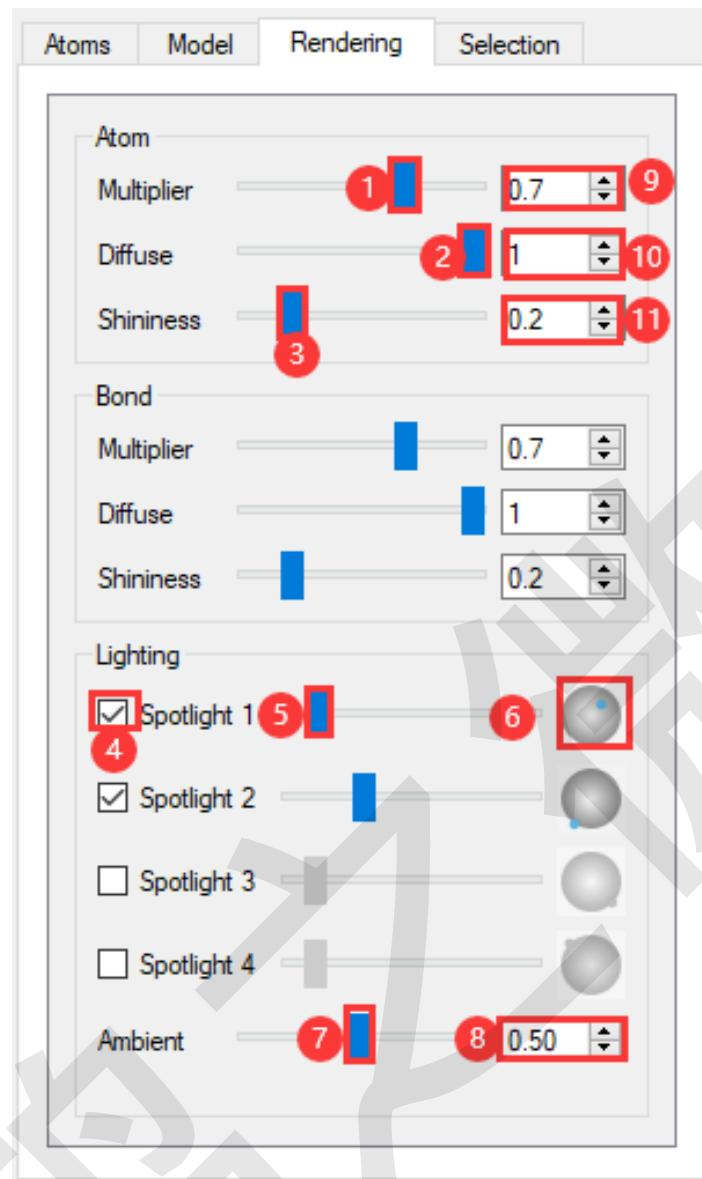

图 7.14: 原子结构精修模块参数调节区域-Rendering 区域
原子结构精修模块 (Structure Refinement Module, 简称：**SRM**) 参数调节区域的 Rendering 区域如 图 7.14 所示，该区域分 3 部分，分别为 **Atom**、**Bonds** 和 **Lighting**，分别支持对原子、键和原子结构进行光照调节，其中原子和键的光照通过 Multiplier (高光系数)、Diffuse (漫反射系数) 和 Shininess (光泽度) 3 个参数调节；**Lighting** 部分对整个原子结构进行光照调节。该模块功能如下：
对原子结构精修模块（Structure Refinement Module，简称：**SRM**）参数调节区域的 Rendering 区域，即 图 7.14 中各标号功能进行说明如下：
- 图 7.14 中标号 ①、②、③ 和 ⑨、⑩、⑪：鼠标拖动 ①、②、③ 位置 滑动按钮或在 ⑨、⑩、⑪ 位置 设置数值，即通过 Multiplier（高光系数）、Diffuse（漫反射系数）和 Shininess（光泽度）3 个参数调节结构中原子的光照，并可实时在 **SRM**-结构显示区域 看到调节效果。
- 图 7.14 中标号 ④：控制光束（如：Spotlight 1）是否照射到原子上，并可实时在 **SRM-结构显示区域** 看到调节效果；
- 图 7.14 中标号 ⑤：调节光束（如：Spotlight 1）的亮度，并可实时在 **SRM-结构显示区域** 看到调节效果；
- * 鼠标左键点击 ⑤ 区域按钮，按住往左拖动，则光束亮度降低，越来越暗；
- * 鼠标左键点击 ⑤ 区域按钮，按住往右拖动，则光束亮度增加，越来越亮。
- 图 7.14 中标号 ⑥：调节光束照射在原子上的位置，并可实时在 **SRM-结构显示区域** 看到调节效果；
- * 点击 图 7.14 中标号 ⑥，调节光束照射在原子上位置的操作如 图 7.15 所示。
- 图 7.14 中标号 ⑦ 和 ⑧，鼠标拖动 ⑦ 位置 滑动按钮或在 ⑧ 位置 设置数值，即通过 Ambient（环境光）参数调节原子结构的光照，并可实时在 **SRM-结构显示区域** 看到调节效果。